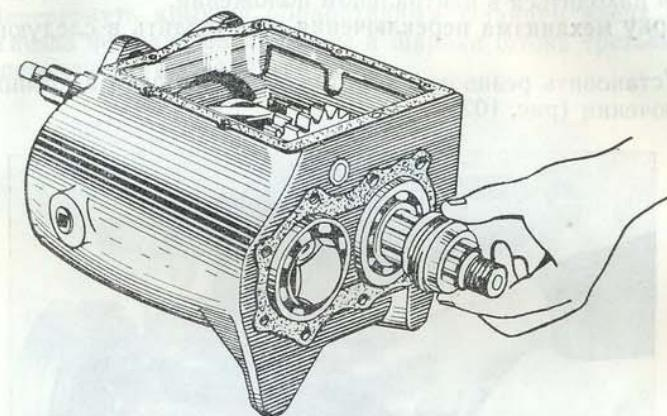

Рис. 99. Установка шестерни привода спидометра и прокладки крышки задних подшипников коробки передач автомобиля УАЗ-451М
19. Установить ведущую шестерню привода спидометра на вторичный вал сзади (рис. 99).